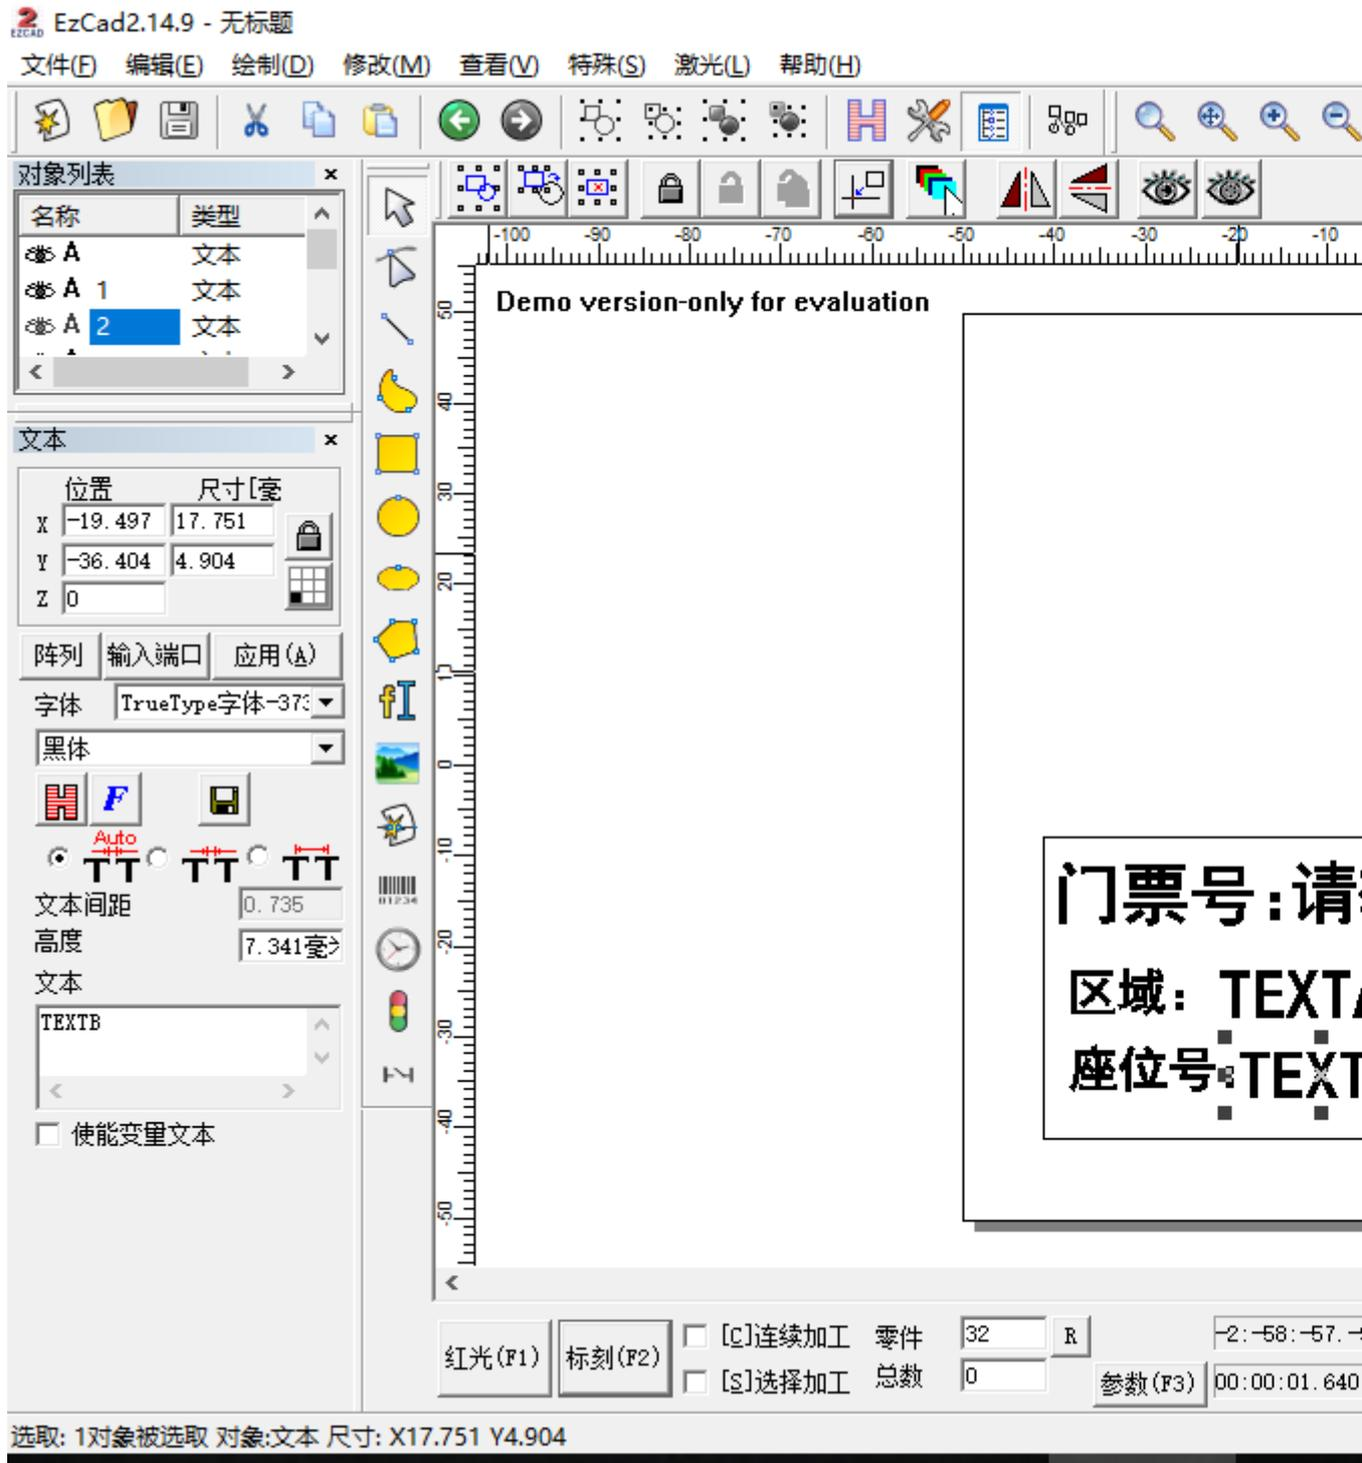

图 4-34
**调整文本格式和位置。**点击确定返回后将文本大小尺寸，字体格式按所需格式进行相关设置。然后拖动文本，挪动到需要标刻的地方，与之一一对应。优化后如图 4-34: